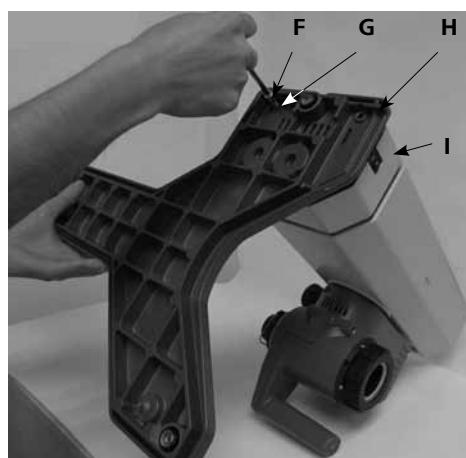

Fig. 7
1.) Montieren des Sockels an den Lift. (Fig.7)
- Befestigen Sie den Sockel (**H**) mit den 4 Zylinderschrauben M6x25 (**F**) und den 4 Rippenscheiben (**G**) entsprechend der Abbildung am Lift (**I**). (Fig.7)